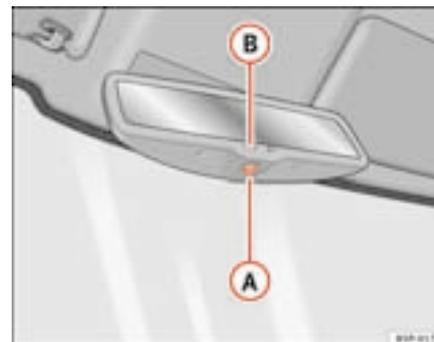

Fig. 88 Espelho interior com ajuste automático para posição de anti-encadeamento.
- Prima a tecla **(A)** ⇒ fig. 88. A luz avisadora **(B)** apaga-se.
- Prima a tecla **(A)** ⇒ fig. 88. A luz avisadora está acesa.